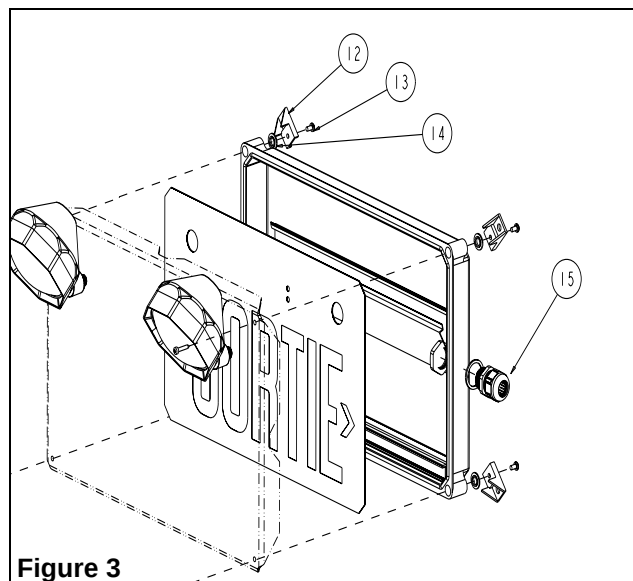

Figure 3
3. Pour les unités double-face, enlever une unité et suivre les instructions pour la configuration de support désirée. Réinstaller l'unité secondaire. Installer les raccords étanches sur le côté de chaque unités. Pour ce faire, percer un trou de diamètre de 3/4" et installer les raccords tel qu'illustré à la figure 3. S'assurer que les raccords n'interfèrent pas avec la lentille. Utiliser le câble fourni pour relier le courant alternatif à la deuxième unité.
2. Installer les quatre supports de montage au boîtier (voir fig.3). Utiliser les rondelles en plastique entre le cadre et le support et serrer le tout à l'aide de vis 10-32 x 3/8".